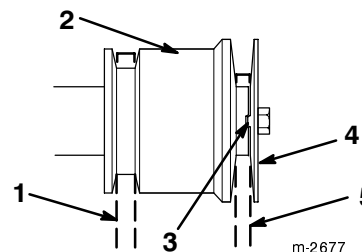

Bild 28
Hinweis: Stellen Sie sicher, dass der Fahrtriebsriemen nirgendwo verklemmt ist (Bild 28).
14. Bringen Sie die Motorriemenscheibe, Scheibe, Sicherungsscheibe und Kurbelwellenschraube an. Achten Sie darauf, dass die Indexrippe in der Motorriemenscheibe auf die Indexkerbe der Motorriemenscheibe ausgerichtet ist (Bild 28).
Hinweis: Stellen Sie sicher, dass der Treibriemen für Schnecke/Gebläserad nirgendwo verklemmt ist (Bild 28).
Hinweis: Achten Sie darauf, dass die Indexrippe in der Motorriemenscheibe auf die Indexkerbe der Motorriemenscheibe ausgerichtet ist. Stellen Sie ebenfalls sicher, dass der Fahrtriebsriemen nirgendwo verklemmt ist (Bild 28).